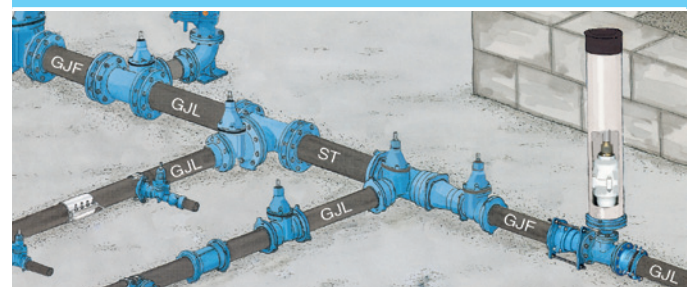
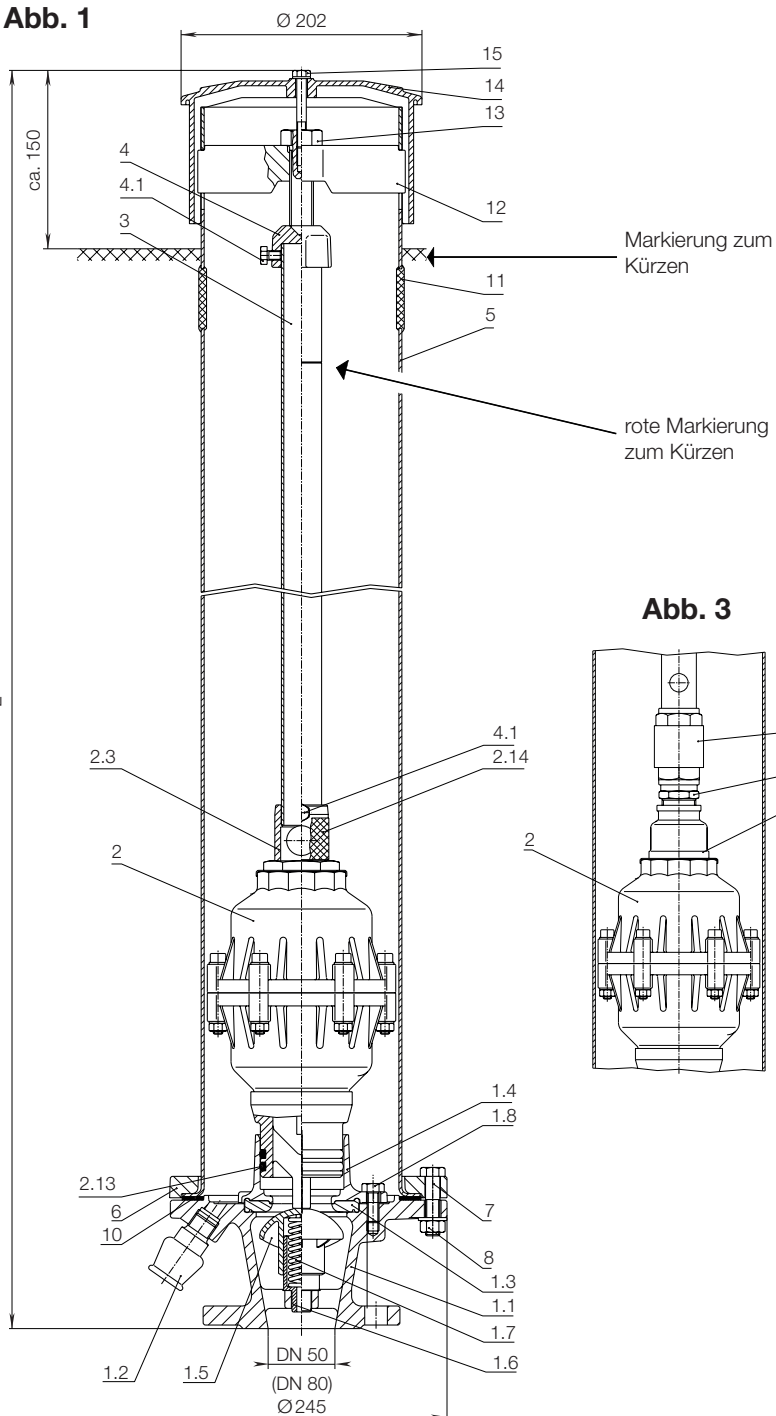

Abb. 1
Abb. 2
- Für den Unterflureinbau ist eine Straßenkappe mit einer Öffnung von 300 mm oder größer zu verwenden; Zum Ablauf des eintretenden Regenwassers ist das Standrohr bis zur Haube mit einer Sickerpackung zu umgeben (Abb. 2 siehe Seite N 5/2)
Überflur (Abb.1)	Unterflur (Abb.2)